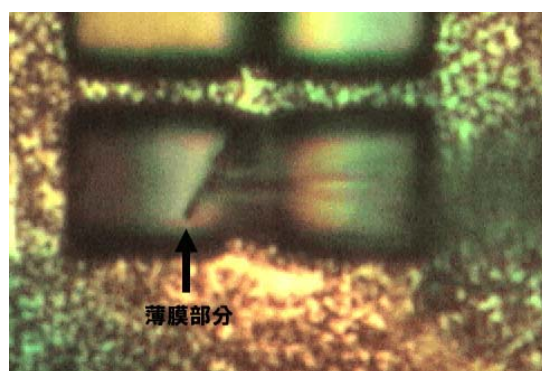
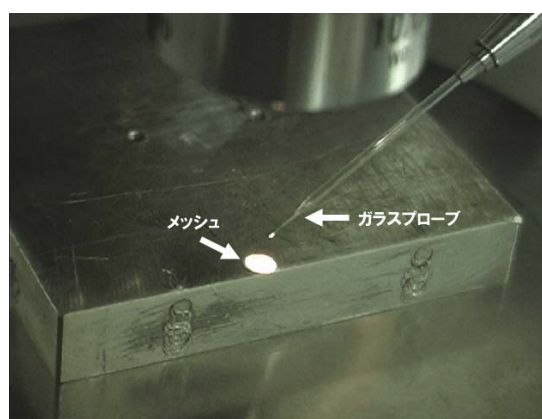

Fig. 2-17 ピックアップ手順 5
Fig. 2-18 ピックアップ手順 6
- ⑤ 油圧ハンドルの X を操作し、ガラスプローブを薄膜部分に接触させる (Fig. 2-17)。
- ⑥ 油圧ハンドルの Z を操作し、ガラスプローブの先端を、やや持ち上げる。ガラスプローブの先端に薄膜が接触しているのが確認できたら、さらに油圧ハンドルの Z を操作し、ガラスプローブを数センチ上へ持ち上げる。
- ⑦ ステージ上に (カーボン、コロジオンなどの支持膜を貼った) メッシュを置き、光学顕微鏡像の中心に置く (Fig. 2-18)。この操作を行うときには、ガラスプローブの先端に試料が付いているので注意が必要。